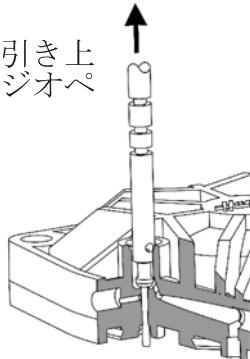

図4
2. バネとパイロットシステム27375をはずします。（図4）